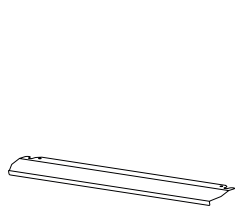

Рис. 31
1. Защитная панель предназначена для защиты панели управления и кнопок, когда духовка находится в режиме гриля. (рисунок 31)